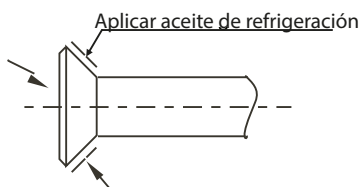

Figura 5.1
- b. Aplique aceite de refrigeración (debe ser compatible con el refrigerante utilizado en este sistema) en la superficie exterior de la junta abocinada y en la superficie cónica de la tuerca de conexión. Apriete a mano la tuerca abocinada 3 o 4 vueltas (ver Figura 5.1) antes de apretarla completamente con una llave.